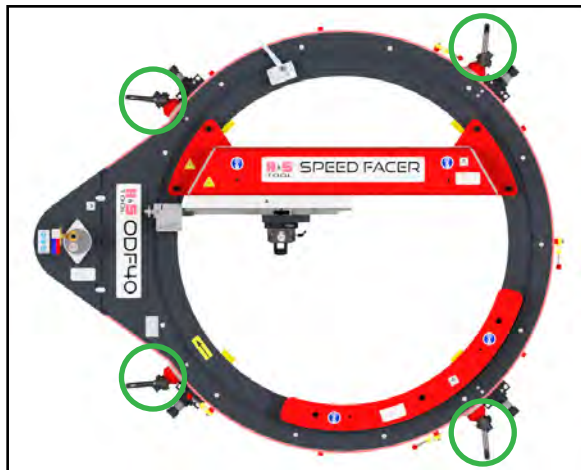

ABBILDUNG 3-1. HEBEPUNKTE (MODELL ODF40 IM BILD)
Das Herunterfallen oder das Hin- und Herschwingen der Maschine kann beim Bediener und in der Nähe stehenden Personen schwere Verletzungen bewirken. Heben Sie die Maschine ausschließlich an den in Abbildung 3-1 gezeigten 3/4"-Heberingen. Verwenden Sie für das Heben der ODF50 Flanschdrehmaschine nicht die kleineren Heberinge an der Brücke oder dem Gegengewicht.
3. Setzen Sie die Maschine entsprechend Abbildung 3-1 zum Installieren der 8 Spannfüße auf einer stabilen Unterlage ab.